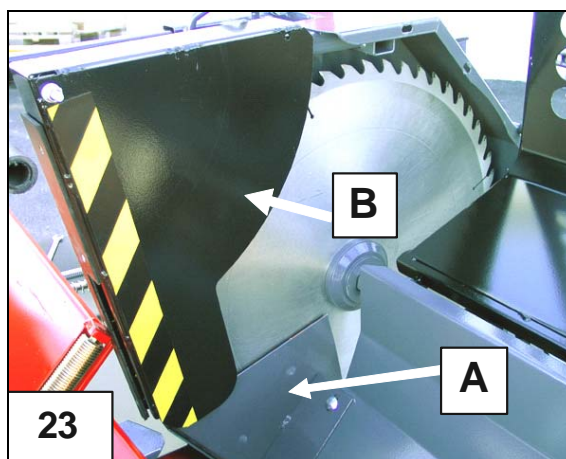

Bild 23. Lösgöring av kapklingen 1/2
7.1.1 Lösgöring av kapklingen, bild 23 och 24